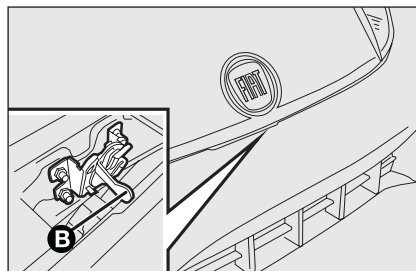

fig. 86
- ☐ intervenga en la palanca **B**-fig. 86 y levante el capó;